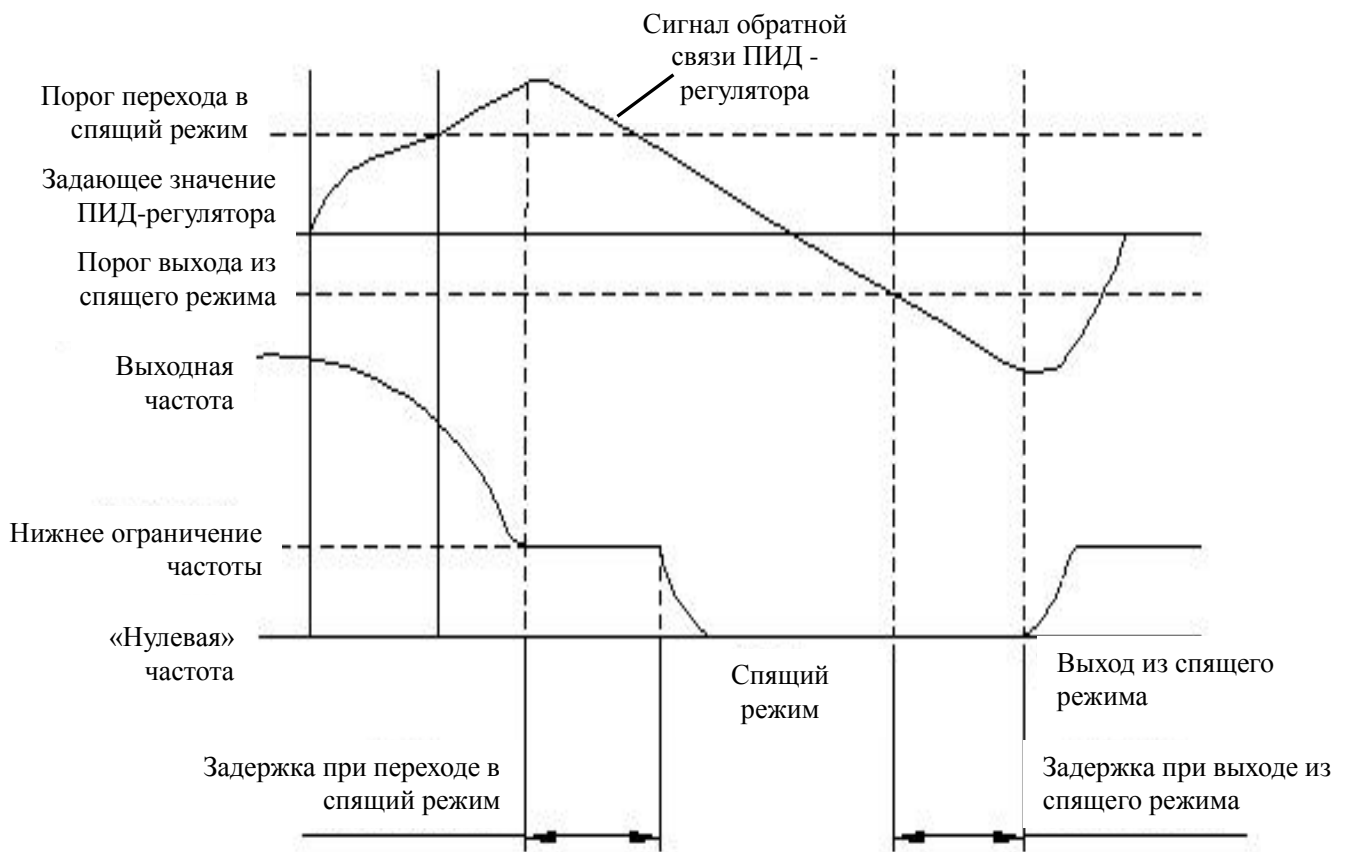

Рис. F8-5
**1: Активен, когда, например, давление стало меньше или больше установленного порога перехода в спящий режим (См. рисунок F8-5).**